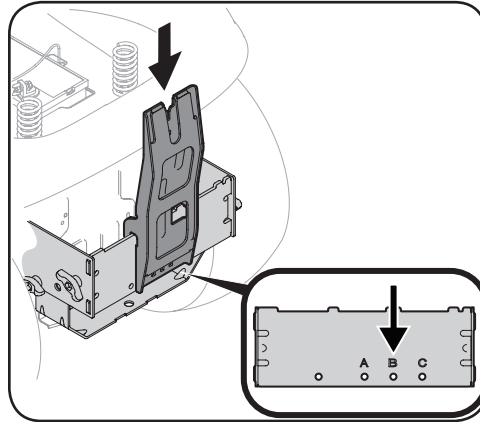

Figura 4-9
1. Instale la ménsula de soporte vertical en el conjunto de montaje sobre el tractor enganchándola encima del soporte de montaje cruzado. Consulte la Figura 4-9.
2. Alinee la ménsula de soporte vertical con el orificio etiquetado "B". Vea el recuadro de la Figura 4-9.